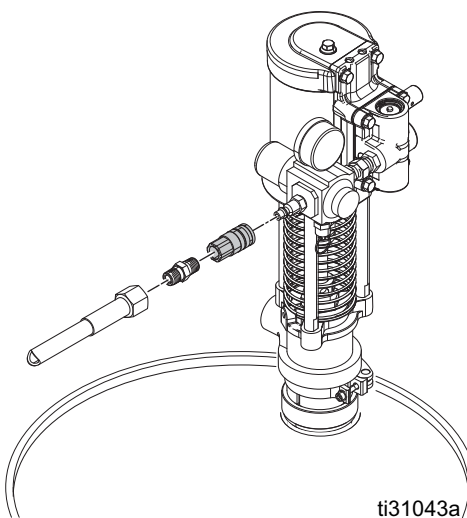

FIG. 9
5. Installer la conduite d'air (diam. int. d'au moins 3/8") avec le raccord rapide d'air fourni. Voir la FIG. 9.